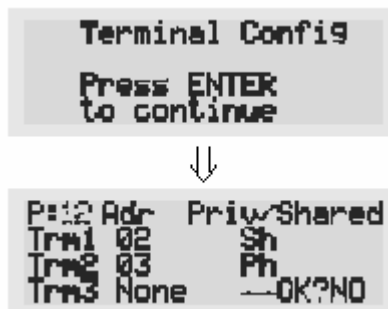

Рис. 5
- После нажатия клавиши ← на экран будет выведено изображение, показанное на рис. 5.
- В этом случае клавиша ← так же перемещает курсор к следующему по очереди полю, а клавиши ↓, ↑ точно так же изменяют значение текущего поля. В поле P:xx отображается значение адреса, выбранного для платы pCO. В примере, показанном на рис. 5, выбрано значение адреса «12».